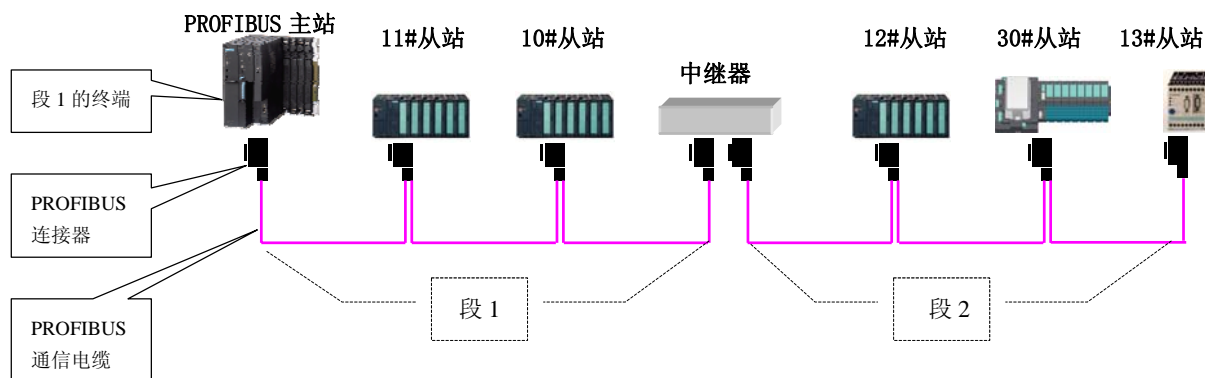
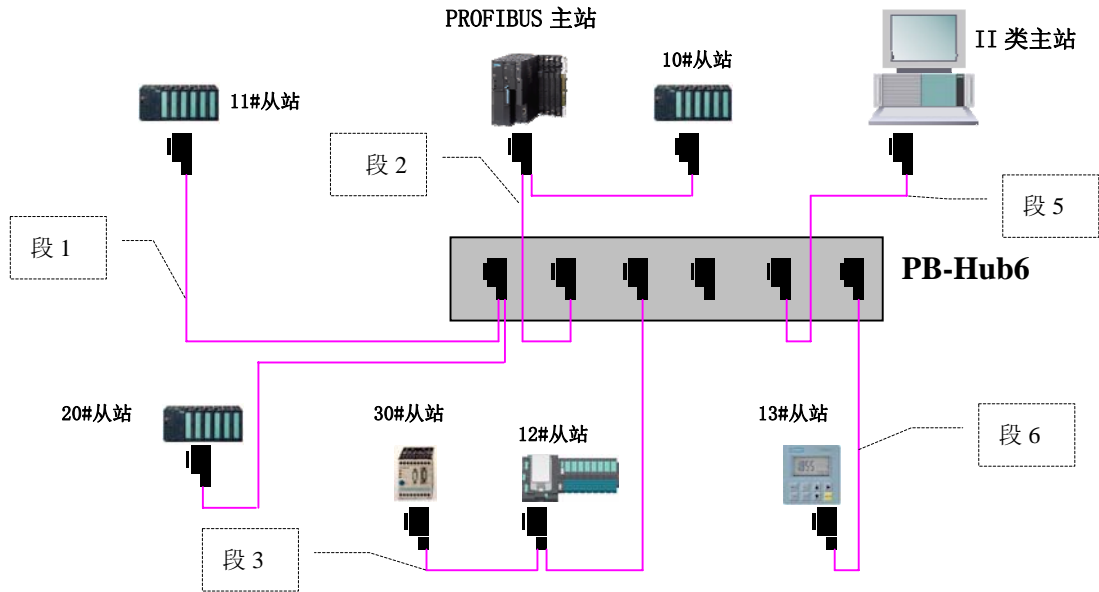

图 1-1 PROFIBUS 现场总线一般采用总线型网络拓扑结构
图 1-2 PROFIBUS 组网中采用“PROFIBUS 集线器 PB-Hub6”可以实现树形及混合型结构
(1) PROFIBUS 基于 RS485 技术的物理层传输时，一般采用总线型的网络结构，如图 1-1 所示，图中标出段、终端、中继器、连接器等网络设备和概念。
(2) PROFIBUS 站点数在逻辑上可以有 126 个（站地址 0~125 可用于一般主/从站）。一个 PROFIBUS 段内最多有 32 个站点。如果需要 PROFIBUS 总线上连接多于 32 个站的站点就必须使用中继器类的设备
采用 PROFIBUS 专用电缆、专用插头来实现站点的总线形连接是非常方便的（见图 1-1），但很难实现 PROFIBUS 的树形及混合型拓扑结构的网络要求。PROFIBUS 集线器 PB-Hub6 可方便实现 PROFIBUS 的树形及混合形结构，见图 1-2。